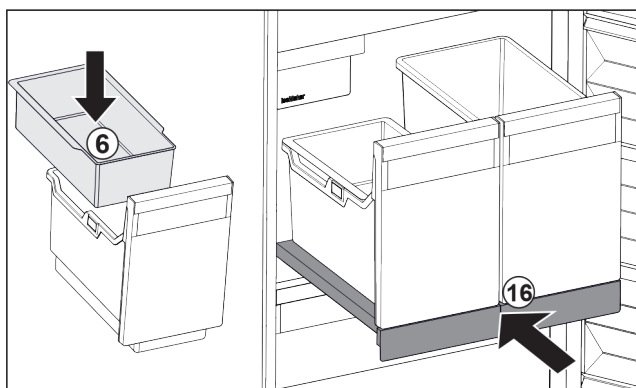

Fig. 106
- ▶ 安装冰块挂盘 Fig. 106 (6)。
- ▶ 将带有容器 (IceTower) 的拉出式搁板推入。 Fig. 106 (16)